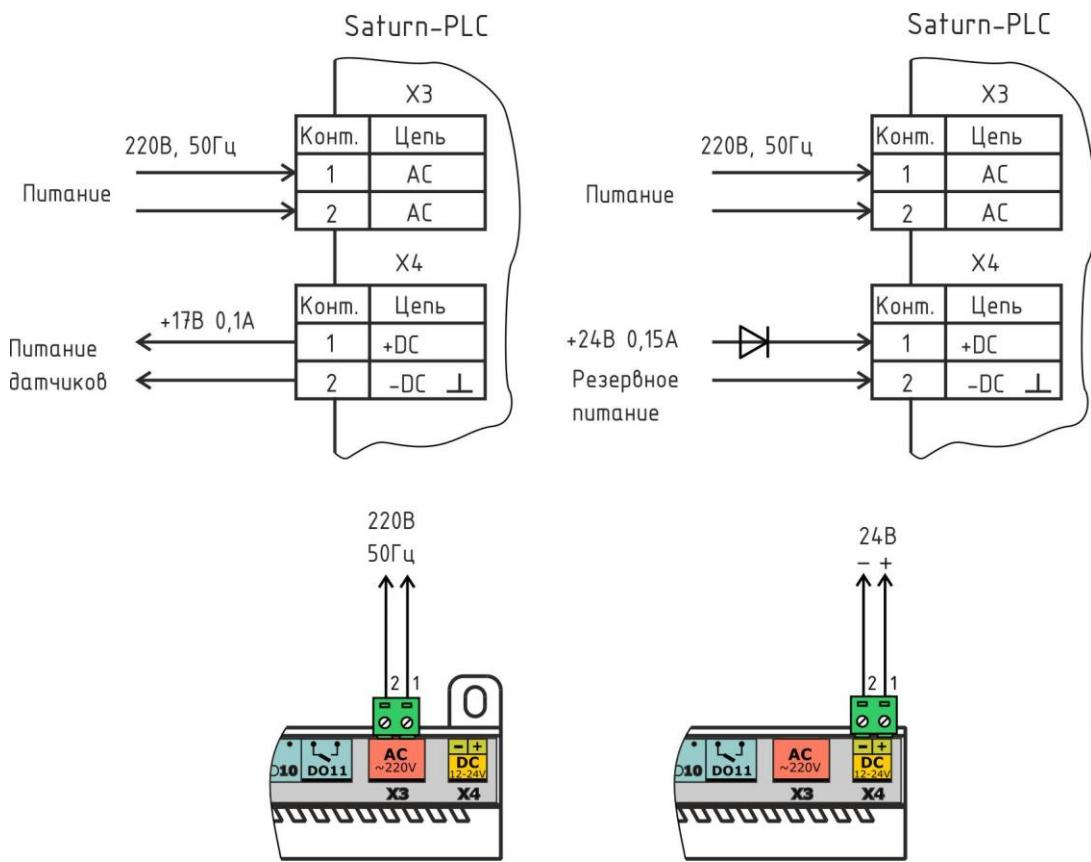

Рисунок 10 – Подключение электропитания
24. Контроллер может быть запитан как от сети 220 В 50 Гц, так и от источника постоянного напряжения +(12 – 24) В. В случае электропитания от сети 220 В разъем X4 можно использовать как выход постоянного нестабилизированного напряжения +17 В при токе до 50 мА для питания датчиков давления. Подключить кабель питания 220 В, 50 Гц к разъему X3 (рисунок 10). Рекомендуемый тип провода ПуГВ сечением 0,5 мм2.